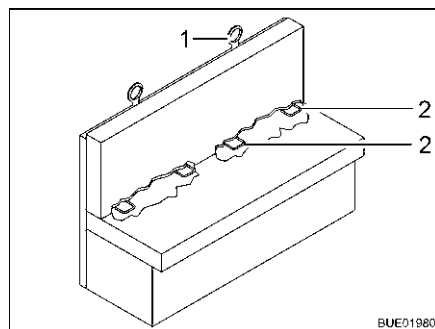

Fig. 25 Sécurité enfant Isofix
Quand le véhicule est équipé d'une sécurité enfant Isofix, les sièges appropriés portent un symbole Isofix. Ces sièges possèdent un étrier de fixation (Fig. 25,2) et un point d'ancrage supplémentaire en haut sur l'accoudoir (Top Tether) (Fig. 25,1). Utiliser des systèmes de retenue pour enfants compatibles avec Isofix. Les systèmes de retenue pour enfants possèdent des bras encliquetables qui s'enclenchent dans les étriers de fixation du siège.
- Fixer si possible de plus le siège pour enfant au Top Tether (Fig. 25,1).